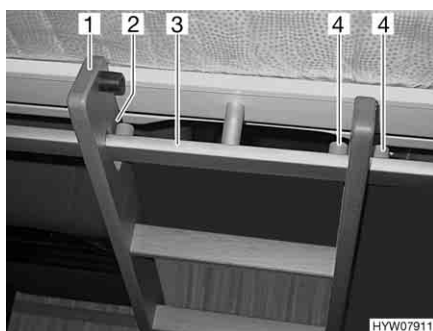
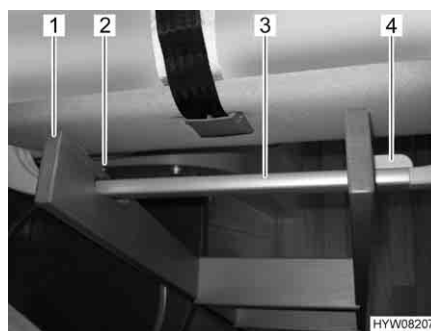

Fig. 85 Scaletta di accesso, agganciata
Fig. 86 Scaletta di accesso, agganciata (alternativa)
- Agganciare la scaletta di accesso (Fig. 85,1 o Fig. 86,1) con le due staffe (Fig. 85,2 o Fig. 86,2) nella barra di presa (Fig. 85,3 o Fig. 86,3) al letto basculante. A seconda del modello, durante l'agganciamento fare attenzione che il longherone della scala venga posizionato tra i due dispositivi di fissaggio (Fig. 85,4) o a sinistra vicino al dispositivo di fissaggio (Fig. 86,4). Questo serve a impedire che la scaletta di accesso scivoli di lato.
- Staccare la scaletta di accesso (Fig. 85,1 o Fig. 86,1) dalla barra di presa (Fig. 85,3 o Fig. 86,3) nel letto basculante.